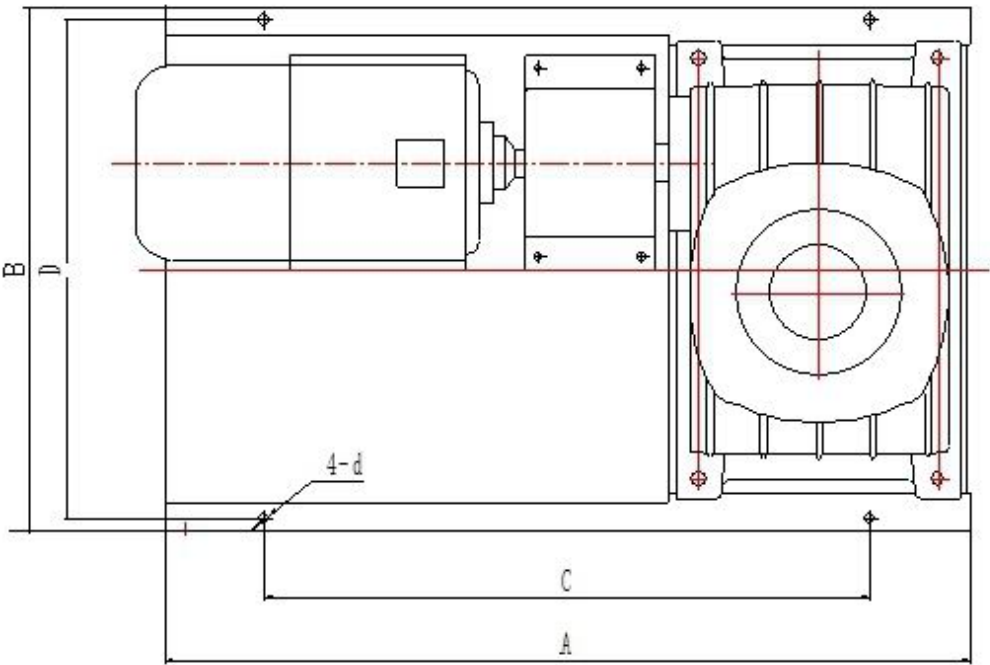

图1
(1) 将搅拌器底座（包括电机及减速机）摆放到罐面搅拌器安装位置，如图 1 所示，将 4 个 M20 的安装块与罐面焊接，用 M20*40 的螺丝连接牢固；搅拌器尽量调整水平。